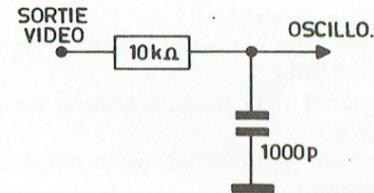

Fig. 1
- Brancher un oscilloscope, à travers une sonde (fig. 1) sur l'émetteur de T 1309 (ou R 1460).
- Supprimer l'amplificateur extérieur ainsi que la sonde détectrice et brancher l'oscilloscope travers une sonde (fig. 1) au point commun à R 1448 / 1474 (sortie vidéo).